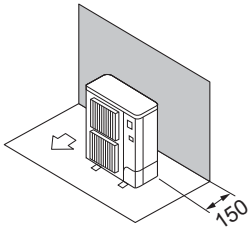

Fig. 3-5
- ① Hindernisse nur auf der Rückseite (Fig. 3-5)